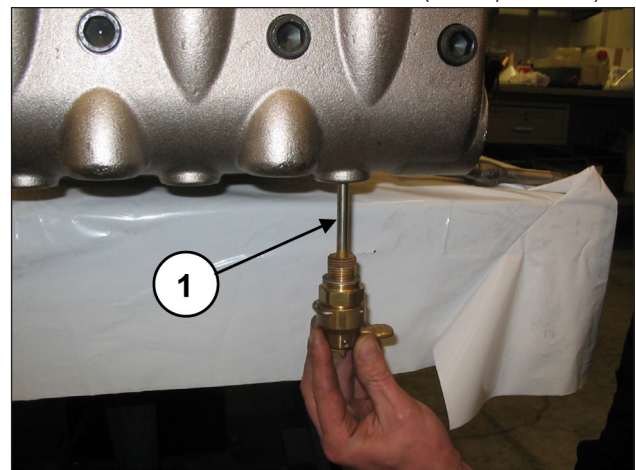
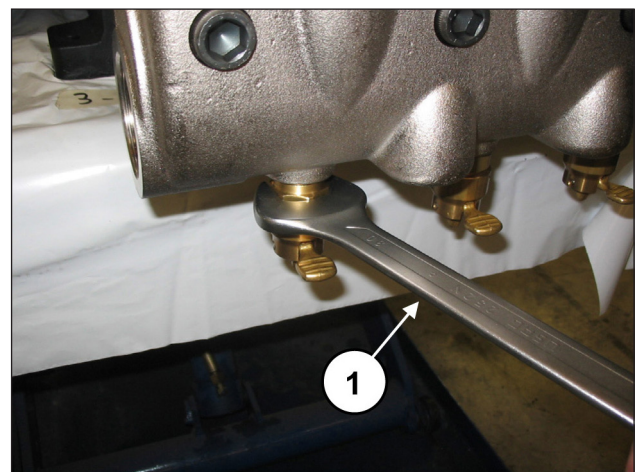

Abb. 109
Abb. 110
Eichen Sie die Schrauben M16x55 des Deckels mit einem Drehmomentschlüssel, wie in Kapitel 3 gezeigt. Bringen Sie die Ventilöffner an (Pos. ①, Abb. 109) und drehen Sie diese mit einem 30 mm Schlüssel fest (Pos. ①, Abb. 110).